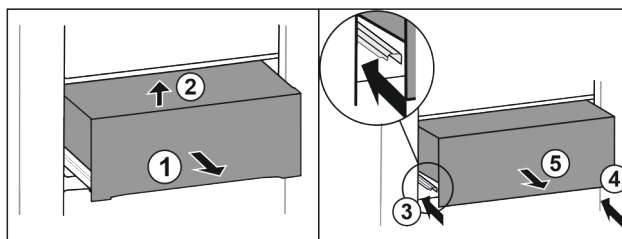

Fig. 30
- ▶ Zásuvku napůl vytáhněte Fig. 30 (1).
- ▶ Vpředu nadzvedněte Fig. 30 (2).
- ▶ Zasuňte levou kolejničku Fig. 30 (3).
- ▶ Zasuňte pravou kolejničku Fig. 30 (4).
- ▶ Zásuvku odeberte směrem dopředu Fig. 30 (5).